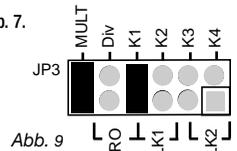

Abb. 9
- Setzen Sie eine Brücke auf die **MULT** und die andere auf die **K1** Position. Siehe Abb. 9. Versetzen Sie die Brücke von der **K1** Position auf die **K2** Position. Versetzen Sie die Brücke von der **K2** Position auf die **K3** Position. Versetzen Sie die Brücke von der **K3** Position auf die **K4** Position.